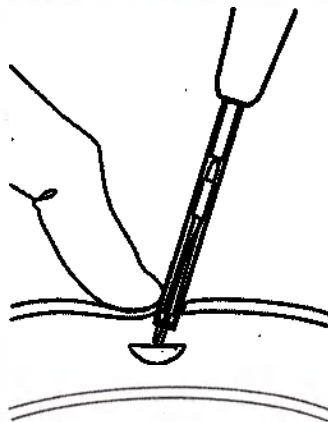

Рисунок 15.
- 7.1. Ввести наконечник устройства доставки в место проведения аортотомии и активировать поршень для раскрытия проксимальной закупорки HEARTSTRING III (рисунок 15). При раскрытии раздастся щелчок.